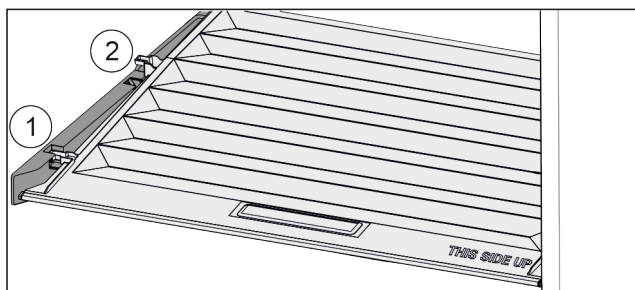

Fig. 75
- Потянуть крышку до отверстия в поддерживающих деталях вперед Fig. 75 (1).
- Поднять сзади снизу и извлечь Fig. 75 (2) движением вверх.